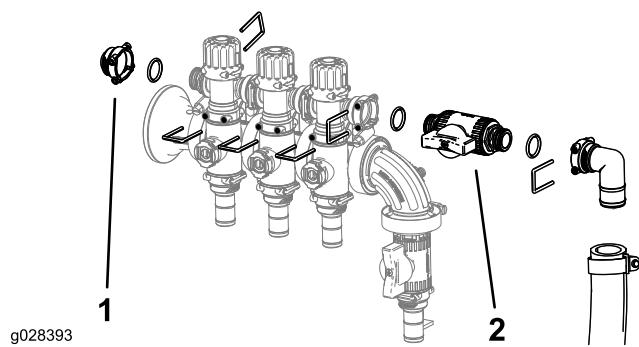

Figura 6
5. Instale el conjunto de válvulas de desvío, el conector hembra, las juntas tóricas, la válvula de cierre, el acoplamiento y la manguera con las horquillas de retención que retiró anteriormente, como se muestra en Figura 6.